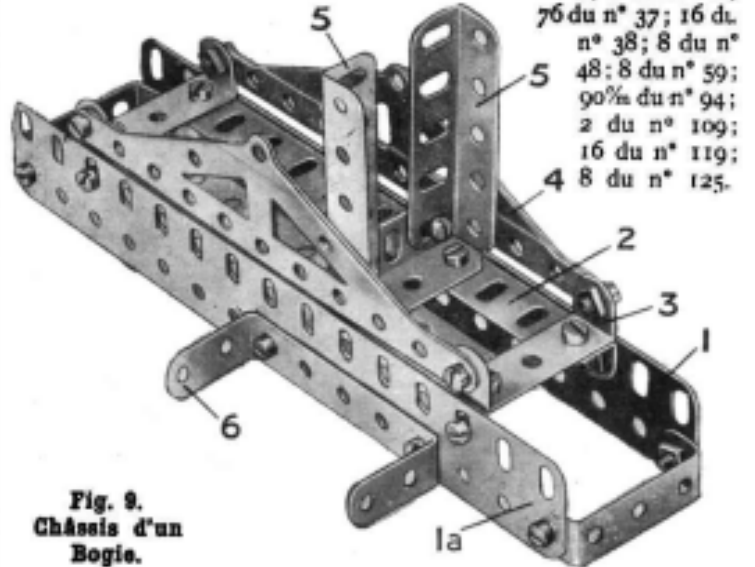

Fig. 9. Châssis d'un Bogie.
Les quatre bogies sur lesquels roule la grue sont montés de la façon suivante : deux Poutrelles Plates (1 et 1 a, Fig. 9) sont réunies à leurs extrémités par des Bandes Courbées de 38 x 12 mm. Deux Cornières de 11 trous (2), boulonnées aux côtés internes des Poutrelles Plates, sont réunies par une Bande Courbée de 38 x 12 mm, qui porte deux paires de Poutrelles Triangulées boulonnées à plat l'une contre l'autre. Les Cornières (2) sont également réunies par une Cornière de 3 trous portant deux Cornières verticales de 5 trous (5). Une Bande Courbée de 60 x 25 mm (6) est boulonnée à l'extérieur d'une de ces Cornières (1, 1a). Deux des quatre bogies sont montés avec cette Bande (6) sur la Cornière 1, tandis que sur les deux bogies restant, cette Bande est disposée sur la Cornière (1a) de façon telle que les deux bogies opposés soient exactement symétriques l'un par rapport à l'autre.
La Fig. 8 nous donne une vue de détail d'une portion du bâti duquel on a ôté quelques pièces pour rendre sa construction plus claire. Ce schéma présente une idée exacte du mécanisme qui commande les roues sur lesquelles repose le bâti ainsi que la façon par laquelle sont assemblées les différentes unités constituant le bâti. Les Cornières de 4 trous (13), Fig. 3 (voir le M. M. d'Août) sont boulonnées au-dessous des Cornières principales formant le sommet du bâti (Fig. 8 et les Cornières (10, 26 b, voir la Fig. générale) sont réunies par des Cornières de 19 trous (89) (Fig. 8) Les Cornières (5) des bogies (voir Fig.9) sont boulonnées aux côtés extérieurs des Cornières (10) du bâti et les Poutrelles Triangulées(4) aux Embases(14).
Chaque bogie est muni de deux roues motrices et de deux roues de roulement, chacune de ces roues étant constituée par l'accoulement d'une Roue Barillet avec une Roue à Boudin. Ces roues, une fois accolées, sont montées sur un axe qui, dans le cas des roues motrices, est une Tringle de 5 %, et une Tringle de 6 %, lorsqu'il s'agit de roues de roulement. Les roues de roulement sont commandées par des Engrenages Coniques de 22% engrenant avec des engrenages semblables sur des Tringles de 9 % (90) qui passent dans les Bandes Courbées 6 (Fig. 9). Une Rondelle métallique (95) est disposée sur chaque arbre d'entraînement pour permettre aux engrenages coniques une prise correcte.